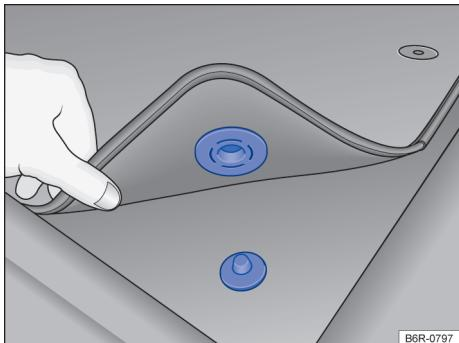

Fig. 24 Tapete dianteiro do lado do condutor com fixação no pino do carpete.
- ✓ Acomodar bem o tapete na área para os pés do lado do condutor de modo que não obstrua a área dos pedais. Dependendo da versão do veículo, o tapete dianteiro do lado do condutor pode ter fixação no pino do carpete → Fig. 24.